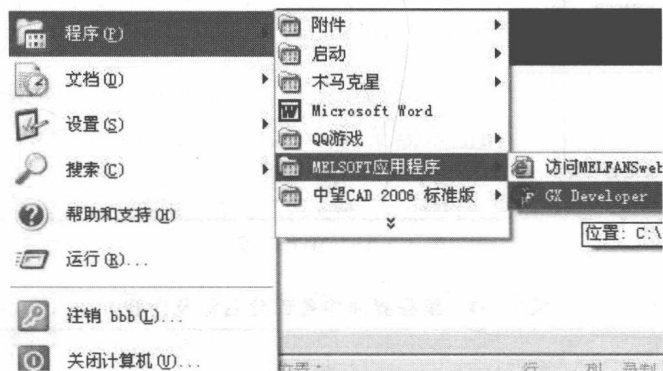

图 1-1-13 开始菜单中的应用程序
③ 一直点击“下一个”，最后点击“确定”，安装完成。
④ 点击“开始”，在“程序”里可以找到安装好的文件。如图1-1-13所示。